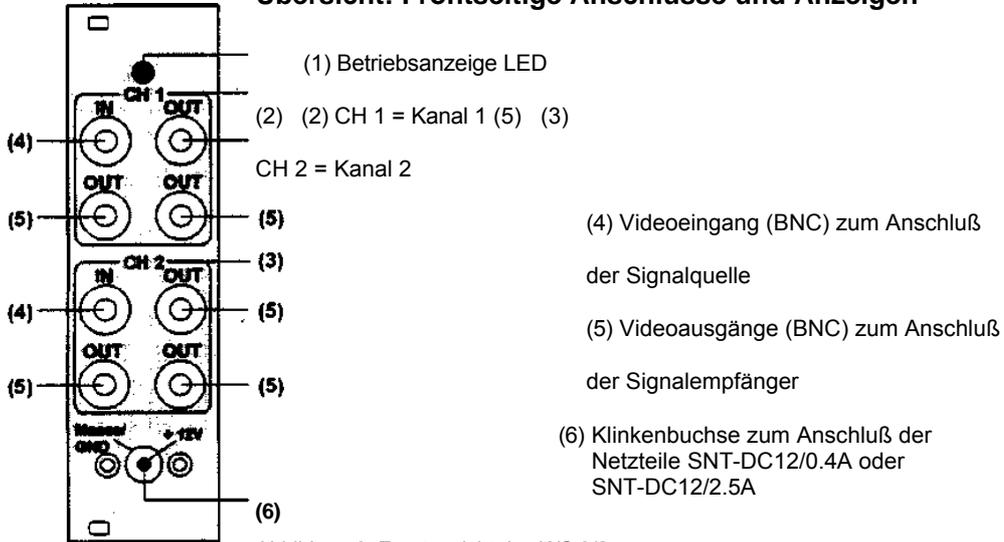

Abbildung 3: Frontansicht des WS-3/2
Zur Spannungsversorgung eines Moduls stecken Sie den Klinkenstecker des Netzteils in die Klinkenbuchse auf der Gerätevorderseite (siehe Abbildung 3, (6)).
- Stecken Sie den Klinkenstecker des Netzteils in die Klinkenbuchse auf der Gerätevorderseite (siehe Abbildung 3, (6)).